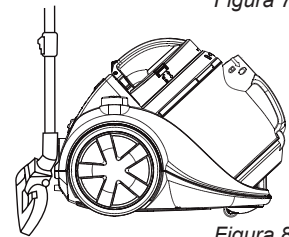

Figura 8
- Acorte completamente la longitud del tubo telescópico. La aspiradora trae por debajo una abertura para introducir el elemento donde se fija (véase la figura 8). Introduzca la parte vuelta del elemento en el orificio. Así puede guardar fácilmente la aspiradora y volverla a utilizar sin tener que desensamblar las partes.